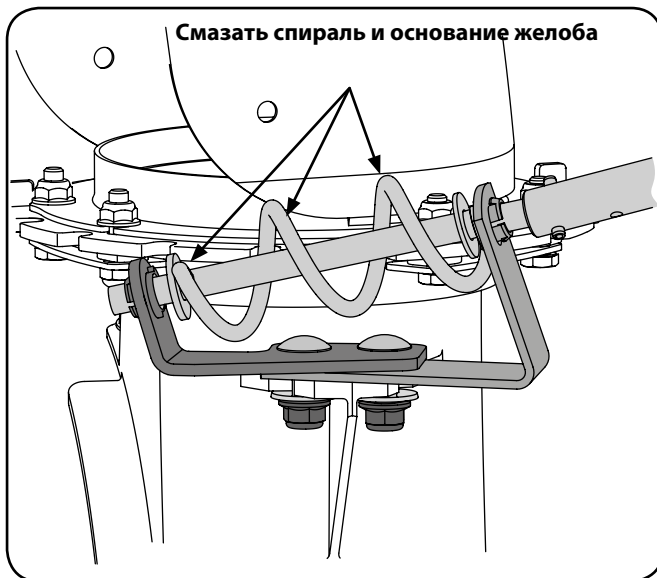

Рисунок 6-1
Спираль на конце гибкого вала рукоятки вращения желоба и основание самого желоба смазываются обычной автомобильной смазкой один раз в сезон (см. рис. 6-1).
1. Ослабьте, но не снимайте две фланцевые гайки крепления опорного кронштейна к корпусу снегоуборщика (см. рис. 6-1).